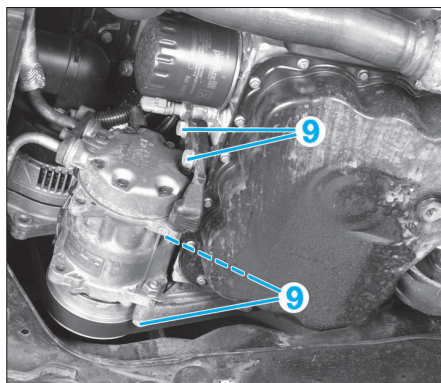

FIG. 92
- Déposer les vis (9) (Fig.92) de fixation du compresseur de climatisation.